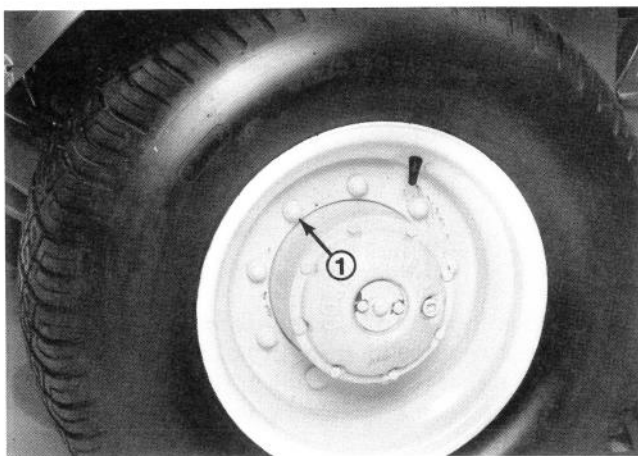

Figure 1
1. Loosen wheel lug nuts (Fig. 1).